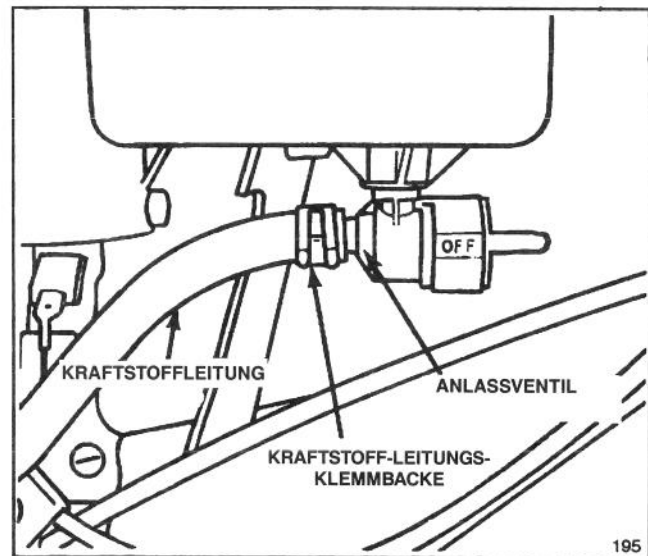

Abbildung 7
5. Das Ende der Kraftstoffleitung durch die Kraftstoffleitungs-Klemmbacke schieben und auf den Anlaßventil-Endteil aufstecken (Abb. 7).